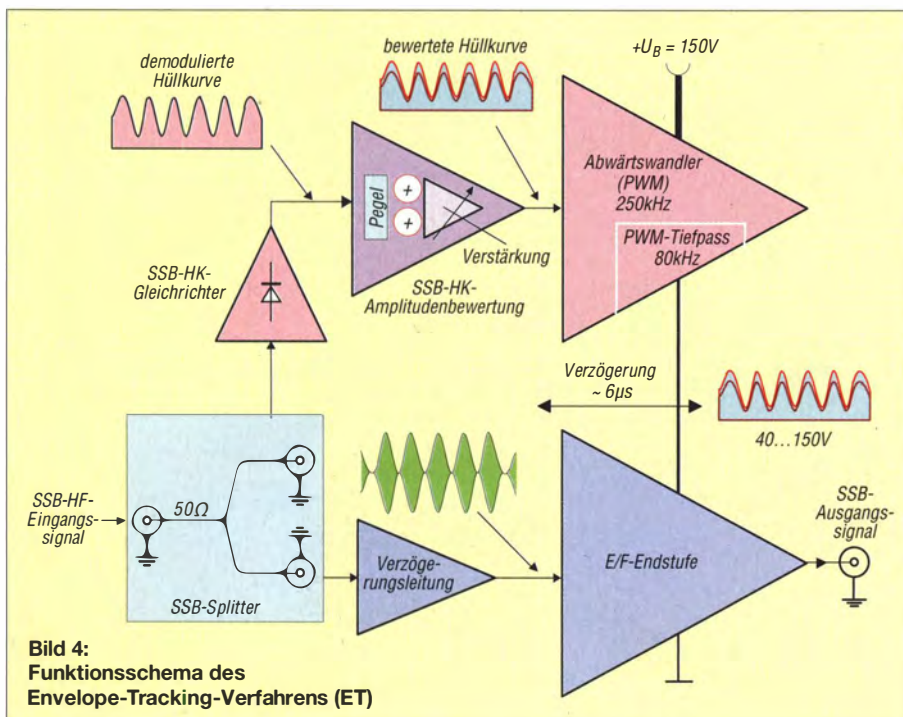

Bild 4: Funktionsschema des Envelope-Tracking-Verfahrens (ET)
Das *Envelope-Tracking*-Verfahren (ET) entspricht im Wesentlichen dem H-EER-Verfahren und bringt dessen Vorteile gegenüber dem reinen EER-Verfahren mit. Zusätzlich zum H-EER-Verfahren erfolgt die Ansteuerung des Pulsbreitenmodulators jetzt nicht mehr mit der gleichgerichteten Original-, sondern mit einer modifizierten und bewerteten Hüllkurve. In Bild 4 wird dieser Prozess angedeutet.